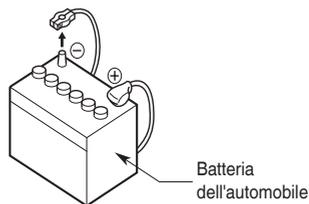

Figura 1
3. Prima di iniziare, assicurarsi di scollegare il connettore “-” della batteria. Diversamente, potrebbero verificarsi dei cortocircuiti durante l'installazione. (Figura 1)